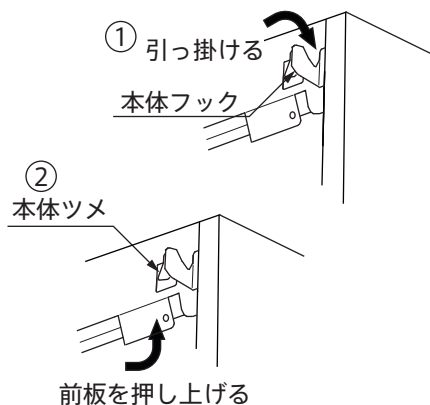

図10 B部詳細図
- (2) 前板側接続部の下側の穴に、本体側接続部の本体ツメを差し込み、上側の穴より、ローレットネジにて固定してください。(図10)